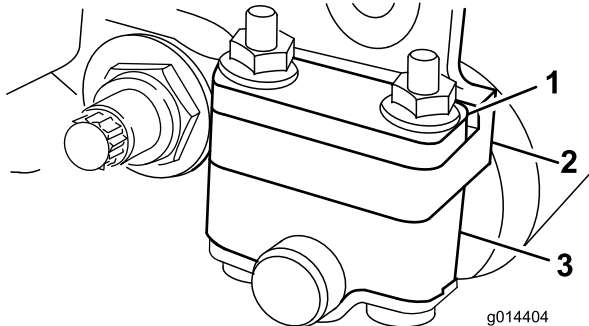

図 3
- ・ 刈高 1.6 mm～6.4 mm で使用する場合：スペーサをサイドプレート取り付けフランジの上にセットする(出荷時の設定)(図 3)。